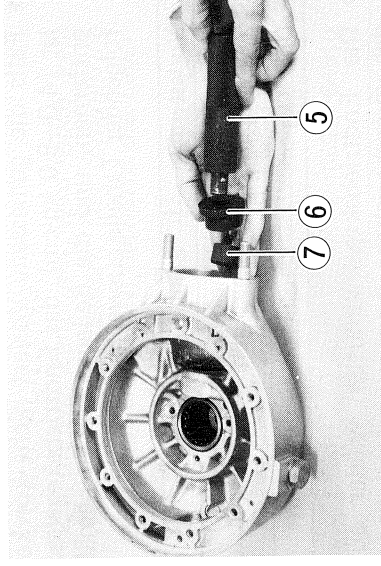

Abb. 8-27
- Das Nadellager für das Endtriebskegelrad mit Hilfe der Spezialwerkzeuge (5), (6) und (7) in das Endtriebsgehäuse einsetzen. (Abb. 8-27)
(5)	Lager- und Simmerring-treibdorngriff	09924-74510
(6)	Lagertreibdorn	09924-74530
(7)	Treiberspitze	09924-74540